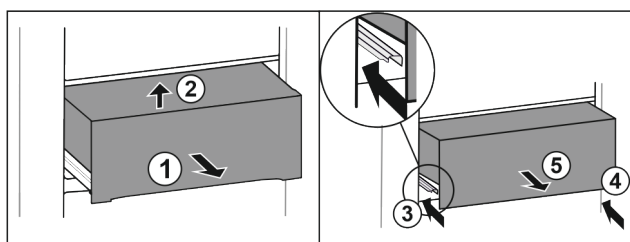

Fig. 22
- ▶ Estrarre il cassetto a metà. Fig. 22 (1)
- ▶ Sollevare il cassetto dal davanti. Fig. 22 (2)
- ▶ Inserire la guida sinistra. Fig. 22 (3)
- ▶ Inserire la guida destra. Fig. 22 (4)
- ▶ Rimuovere il cassetto tirandolo in avanti. Fig. 22 (5)